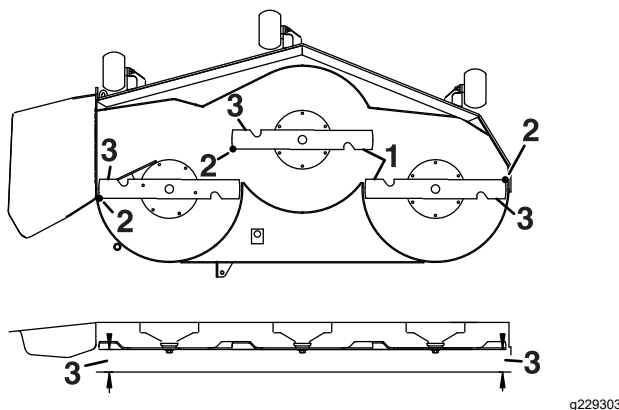

Figura 72
5. Misurate la distanza tra i taglienti esterni e la superficie piana (Figura 72).